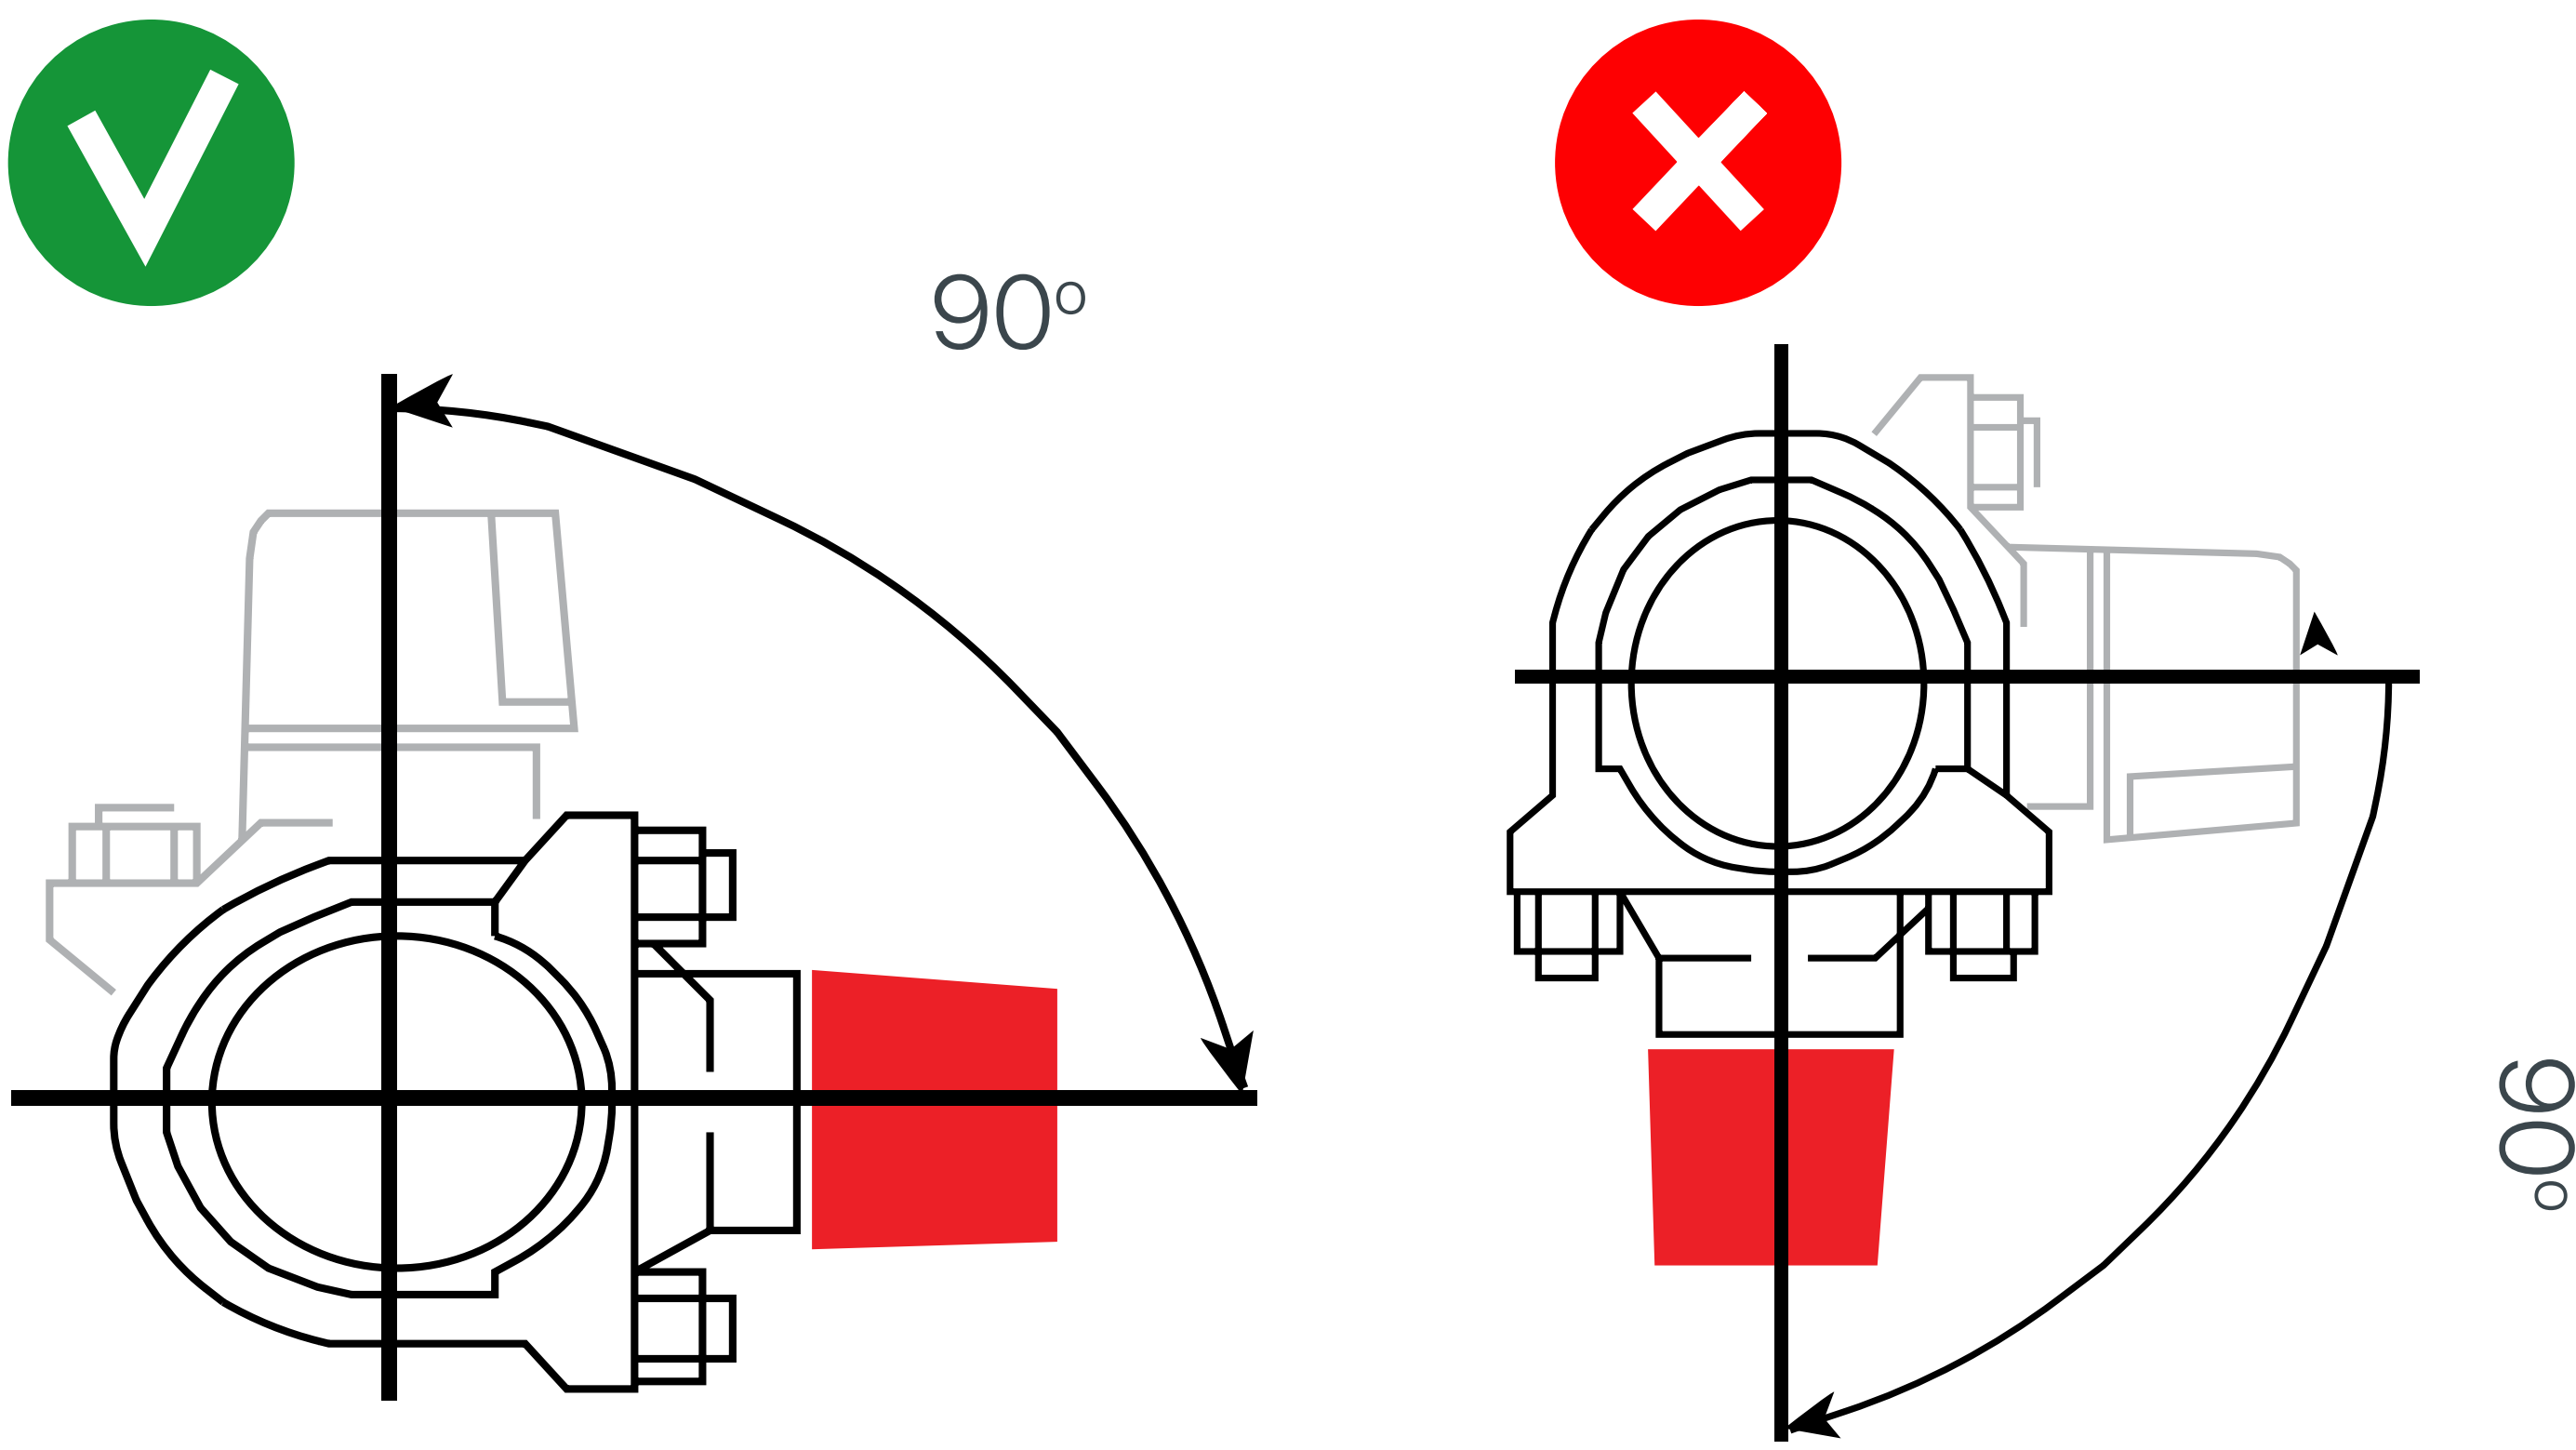

Рисунок 2
- 4.1.5 СПЖ должен устанавливаться в любом месте выше горизонтальной оси трубы в пределах от 0° до 180° (смотри рисунок 2)